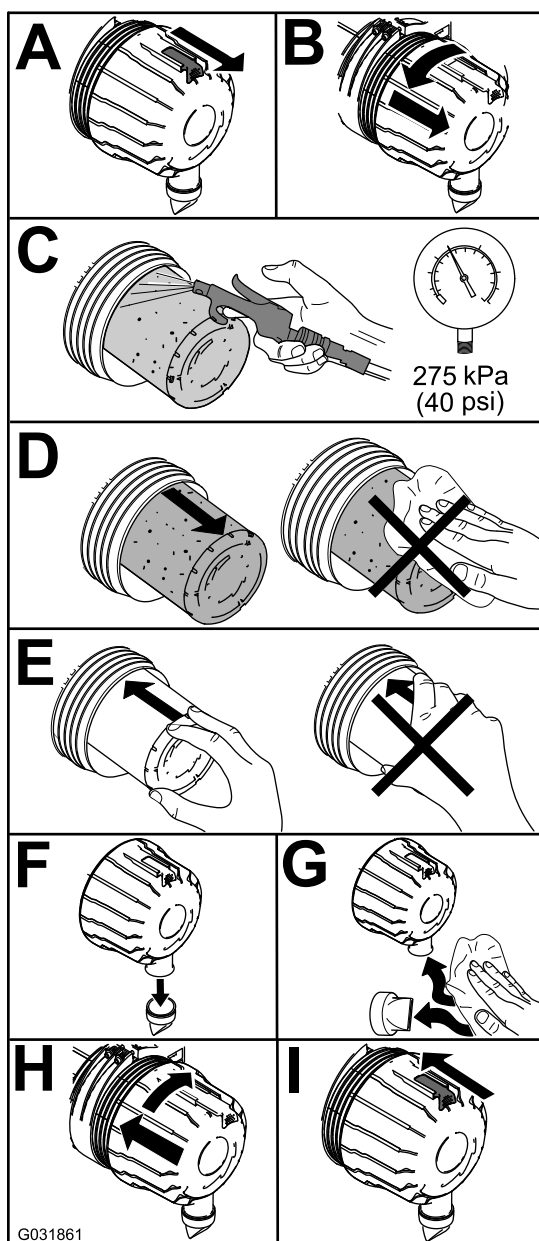

Figura 56
1. Sostituire il filtro dell'aria (Figura 56).